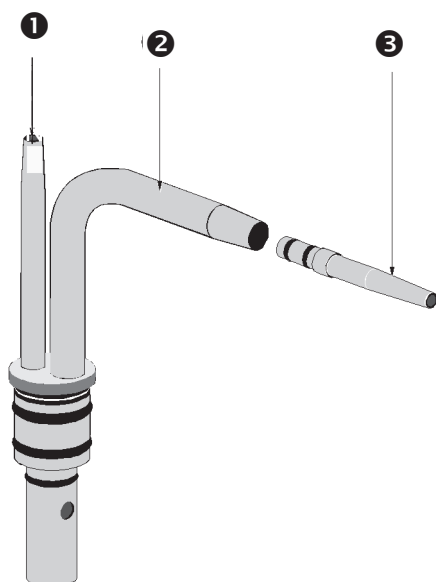

Fig. 10. Prise de connexion double
- ❶ Raccordement au bocal de sécurité
- ❷ Raccordement au tuyau d'aspiration
- ❸ Réducteur de diamètre pour tuyau 6 mm
- Le tuyau d'aspiration 10 mm Ø est raccordé directement à la connexion (❷, Fig. 10). Le tuyau 6 mm Ø est raccordé par l'intermédiaire du réducteur de diamètre ❸.